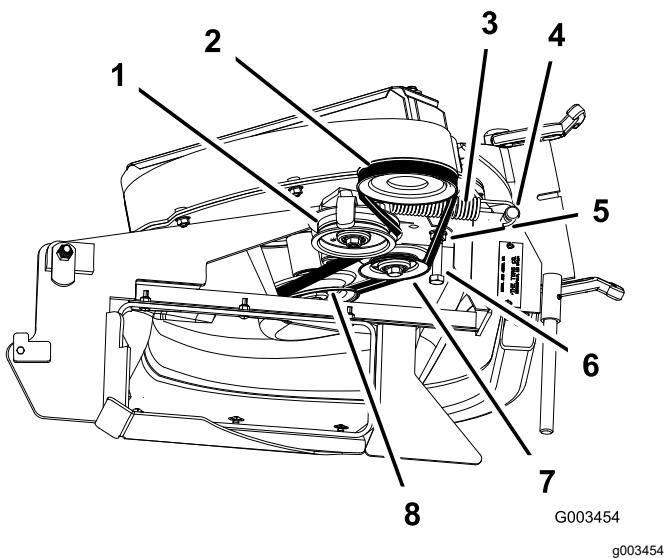

Figura 42
3. Afloje el perno-guía de la correa (Figura 42).
5. Instale la correa nueva alrededor de la polea del soplador (Figura 42).
7. Apriete el perno-guía de la correa (Figura 42).
9. Coloque la correa sobre la polea tensora tensada con muelle (Figura 42).